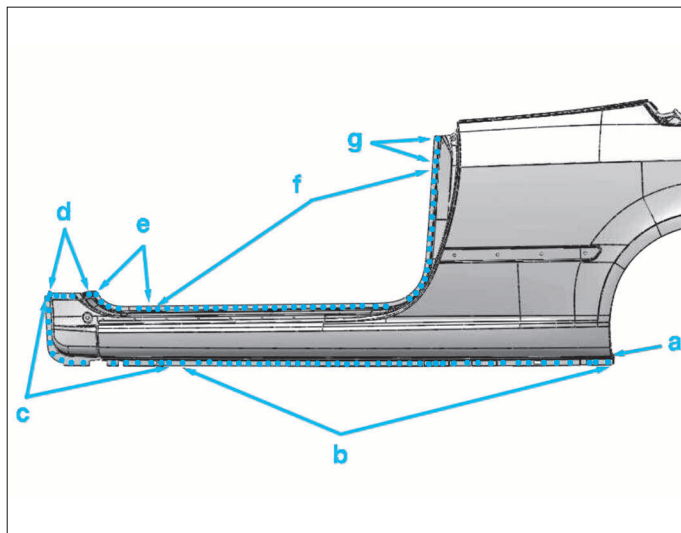

FIG. 63
- Fraiser (Fig.63) :
- du point (d) au Mig par bouchonnage (Fig.63).